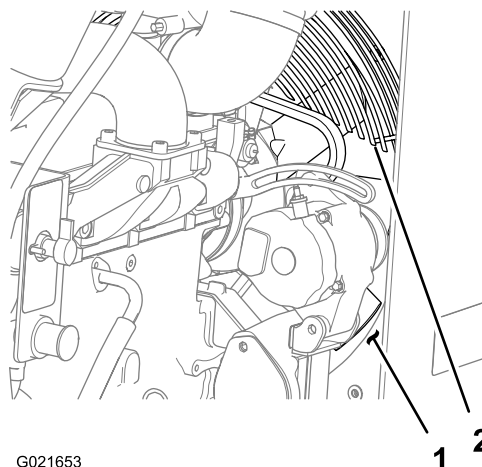

Рисунок 88
7. Поверните ограждение вентилятора против часовой стрелки вокруг приводного вала вентилятора, пока отверстие в ограждении не будет в положении «на 4 часа» (Рисунок 88).